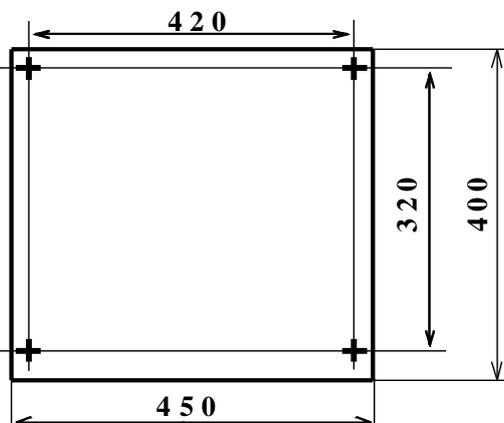

Рисунок 1. Габаритно-установочные размеры
2.2.3.3 Надёжно закрепить РИП в удобном месте. Габаритно-установочные размеры указаны на рис. 1.